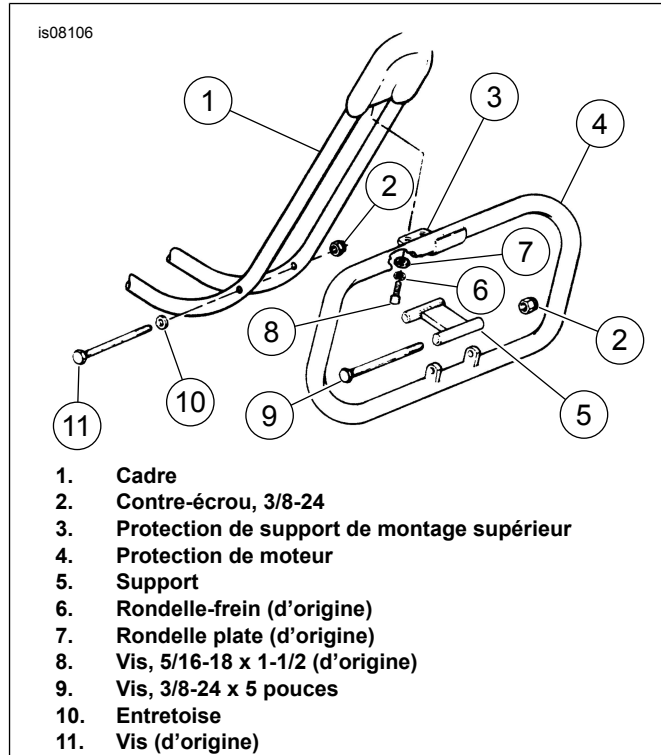

Figure 3. Installation (modèles à générateur)
- Voir Figure 3. Retirer les vis (8), les rondelles-frein (6) et les rondelles plates (7) du dessous de la colonne de direction. Jeter les vis d'origine (11). Conserver les rondelles pour le remontage. Ne pas retirer les rondelles de réglage entre le cadre et le support de moteur.
- Retirer la vis (11), l'entretoise (10) et l'écrou (2) aux tubes descendants du cadre.
- Attacher le support (5), n° de pièce 49014-85, sur la protection du moteur (4) en utilisant la vis (9) et le contre-écrou (2). Serrer la vis (9) à un couple de 44,7 N·m (33 lb·pi).
- Positionner le support de montage supérieur de la protection du moteur (3) sous la colonne de direction, le support (5) étant aligné sur les trous du tube descendant du cadre. Poser les rondelles-frein (6) et les rondelles plates (7) d'origine sur les vis (8). Introduire les vis (8) à travers le support supérieur de la protection du moteur, le support supérieur du moteur et les visser dans les trous taraudés de la colonne de direction.
- Introduire la vis d'origine (11) à travers les tubes descendants du cadre et le support (5). Poser le contre-écrou neuf (2) sur la vis (11) et serrer à un couple de 44,7 N·m (33 lb·pi).
6. Serrer les vis (8) à un couple de 25,7 N·m (19 lb·pi).